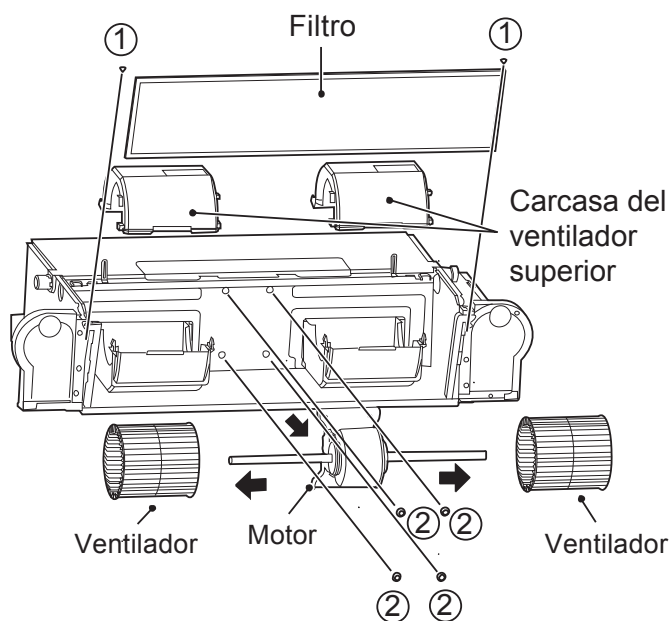

Imagen 12.5.2 Retirar el filtro, la voluta superior y los tornillos del motor
c) Tal como se muestra en la Imagen 12.5.2, retire los tornillos ① * 2 para sacar el filtro. Luego, retire la voluta superior.